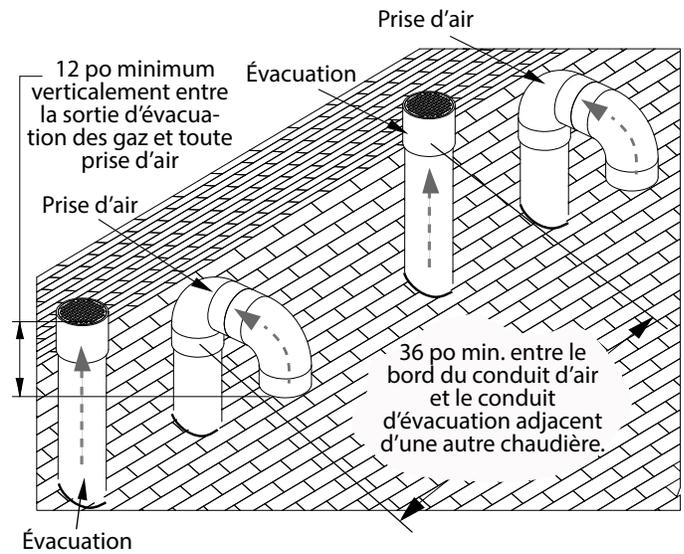
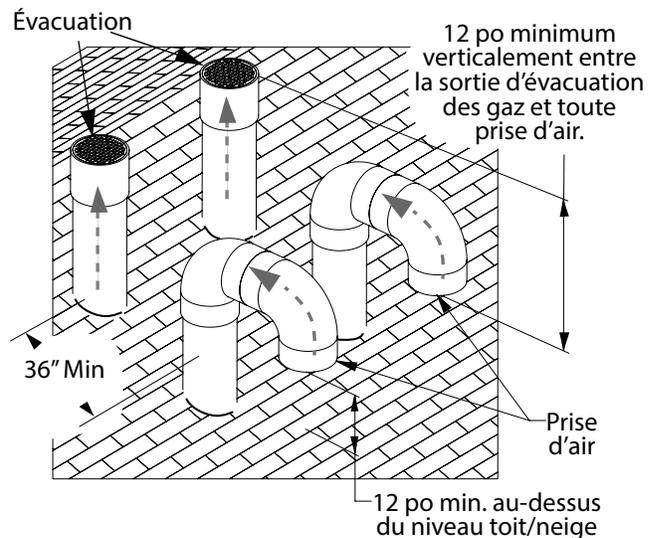

Figure 18. Plusieurs terminaisons verticales
Figure 19. Plusieurs terminaisons verticales
6. En présence de plusieurs terminaisons, veiller à maintenir une distance verticale minimale de 30 cm (12 po) et une distance horizontale minimale de 90 cm (36 po) entre chaque terminal d'évacuation et chaque prise d'air (voir Figure 18 et Figure 19).